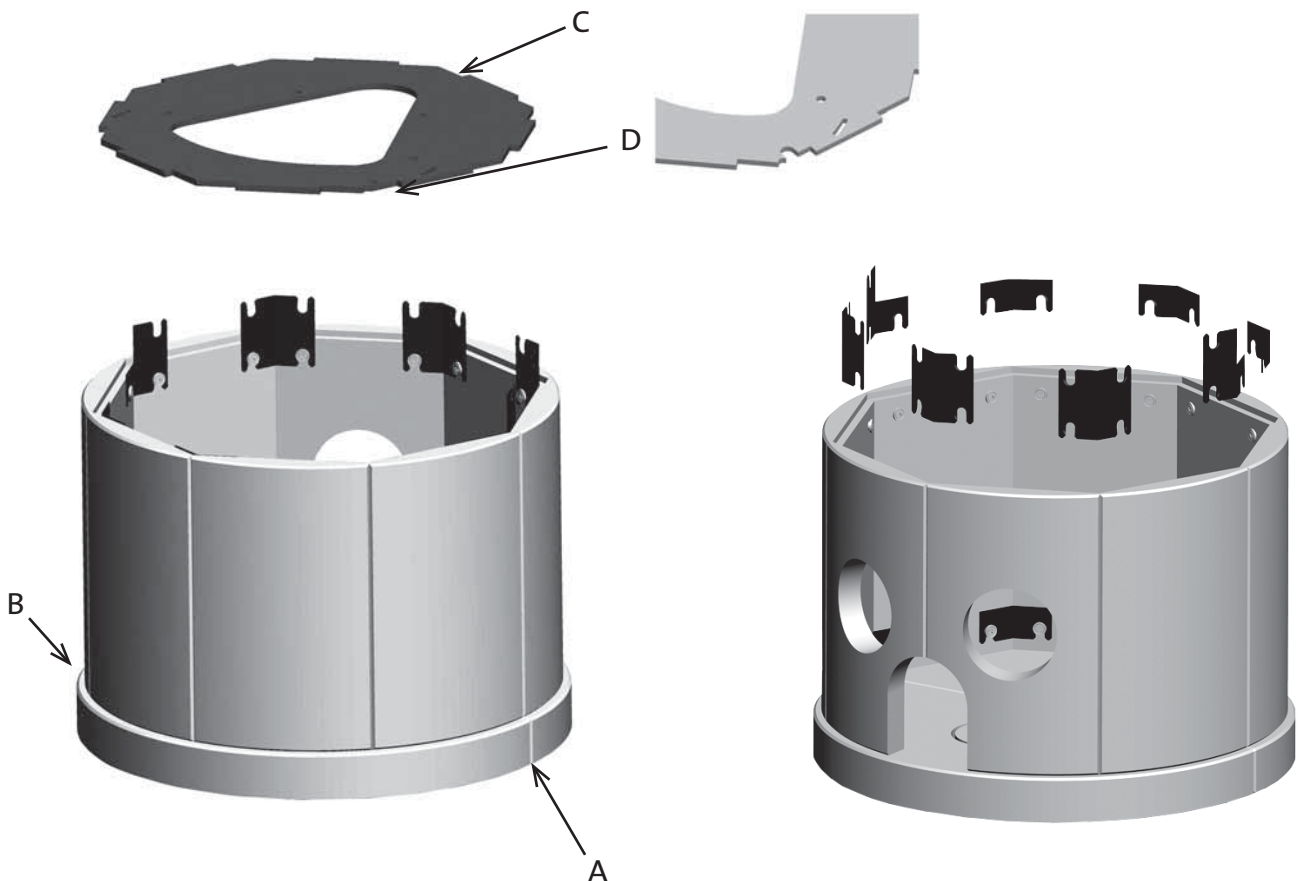

Fig. 10
3. Setzen Sie die beiden Abdeckungen für die Konvektionsöffnungen (6) auf der Rückseite ein, siehe **Abb. 10**. Die Abdeckungen werden an der Ummantelung angebracht, indem Sie die beiden Laschen an der Innenseite der Öffnung zur Seite biegen. Achten Sie auf einen sauberen Abschluss.